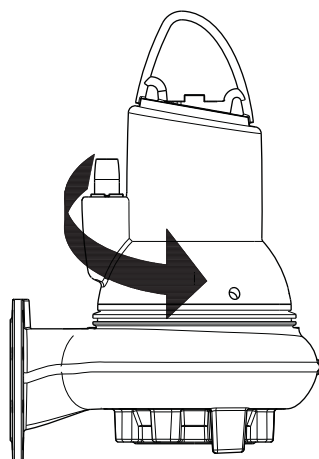

Fig. 15 Ryckriktning
- Starta och stoppa pumpen och observera åt vilket håll den vrids (rycker). Om den är korrekt ansluten kommer pumpen att rotera medurs, vilket innebär att den rycker moturs. Se fig. 15.